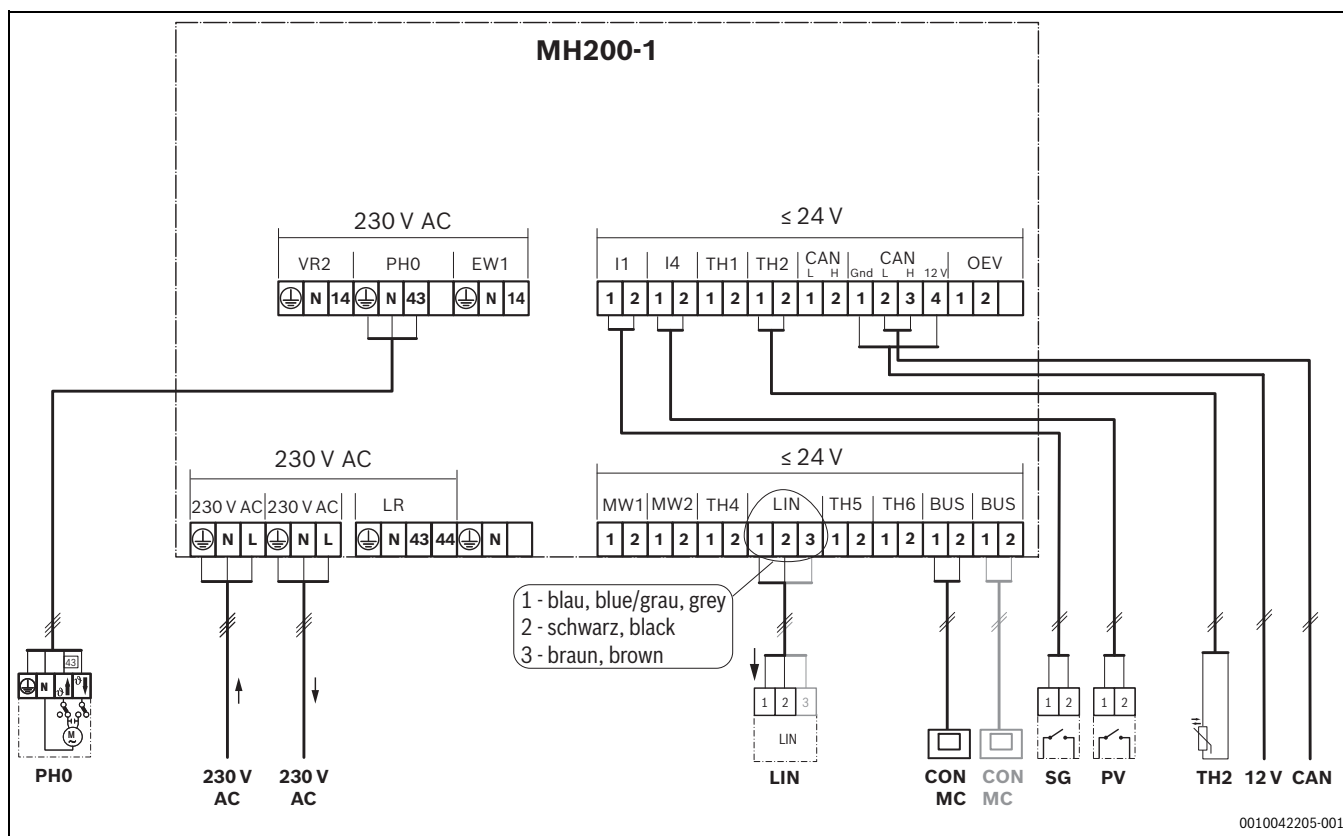

Bild 23 Überblick Anschlussklemmenbelegung
- ▶ Sicherstellen, dass die Kabel an den entsprechend markierten Anschlüssen des Moduls angeschlossen sind (→ Bild 23).
Legende zu Bild 23 und zu den Tabellen 4 und 5):